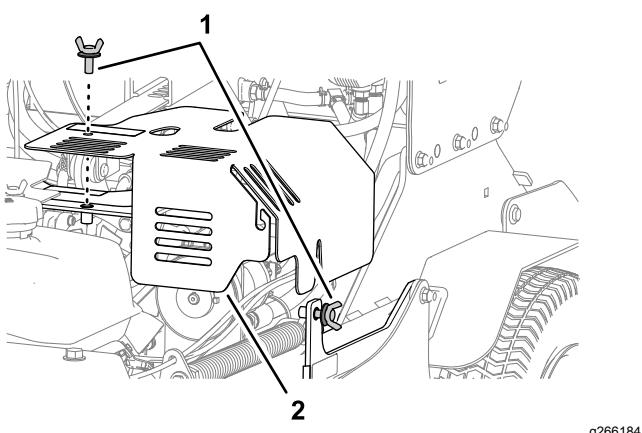

Figura 48
2. Retire el tornillo de mariposa superior, afloje el tornillo de mariposa lateral y retire la tapa izquierda del compartimento hidráulico (Figura 48).
5. Alinee el taladro y la ranura de la tapa izquierda del compartimento hidráulico con los soportes de la máquina, y sujetela la tapa con los 2 tornillos de mariposa (Figura 48).